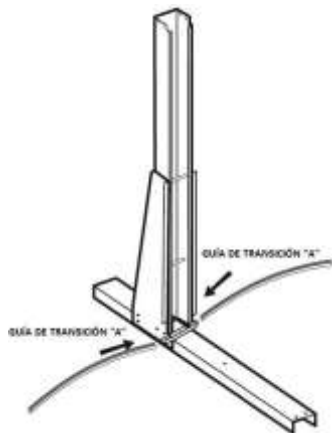
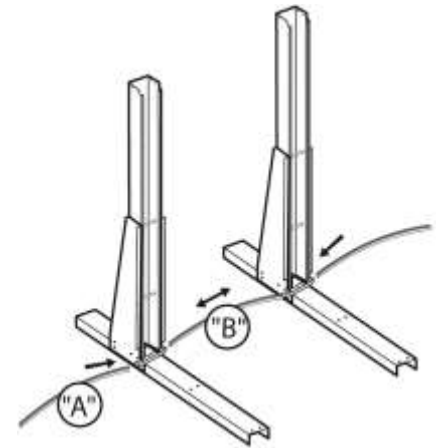
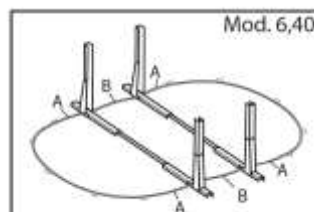
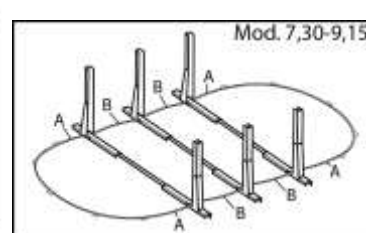

fig. 12
fig. 13
fig. 15
fig. 16
Empieza a colocar los módulos desde el centro hacia los extremos de la piscina, la distancia entre módulos la da la guía de transición "B", el modelo ovalada 550, no lleva guía de transición "B", fig. 12, ver tabla página 9.
Coloque la guía de transición "B" entre dos módulos (solo mod. 640, 730, 915) esta guía tiene que ser colocada dentro de la pieza de conexión de guías (6), fig. 13. Dependiendo del modelo de piscina tendrá dos o cuatro guías de transición "B", fig. 15, 16.
Vista de los módulos y la posición de las guías de transición "A" y "B", fig. 12/14 (ovalada 550), fig. 13/15 (ovalada 640), fig. 16 (ovalada 730/915).